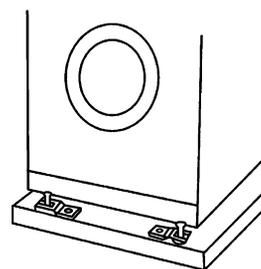

图 2-40 固定洗衣机底座
- ② 洗衣机应放置在坚固平整的地面，不能放置在柔软的毛毯或木质地板上；
- ③ 安装时，注意打开门时洗衣机所占尺寸；
- ④ 洗衣机安放的位置应尽量靠近电源、水源和下水道，以方便使用；
- ⑤ 洗衣机应放置在干燥、通风的地方，并远离高温设备；
- ⑥ 当洗衣机置于底座上时，机脚必须用固定夹固定在底座上（见图 2-40），以防止脱水时滑动。